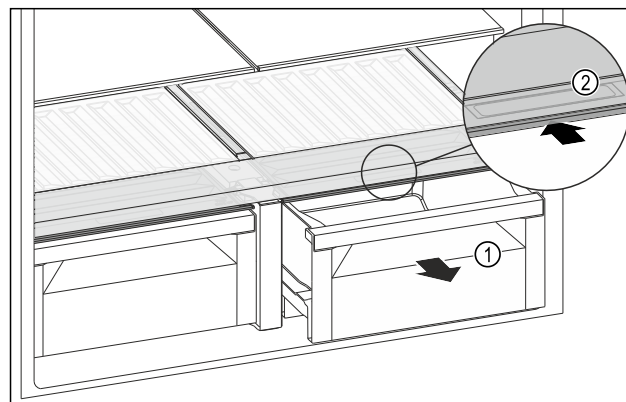

Fig. 128
- Retirer le tiroir Fig. 128 (1).
- Saisir la poignée encastrée Fig. 128 (2) du couvercle du compartiment et pousser le couvercle du compartiment vers l'arrière.